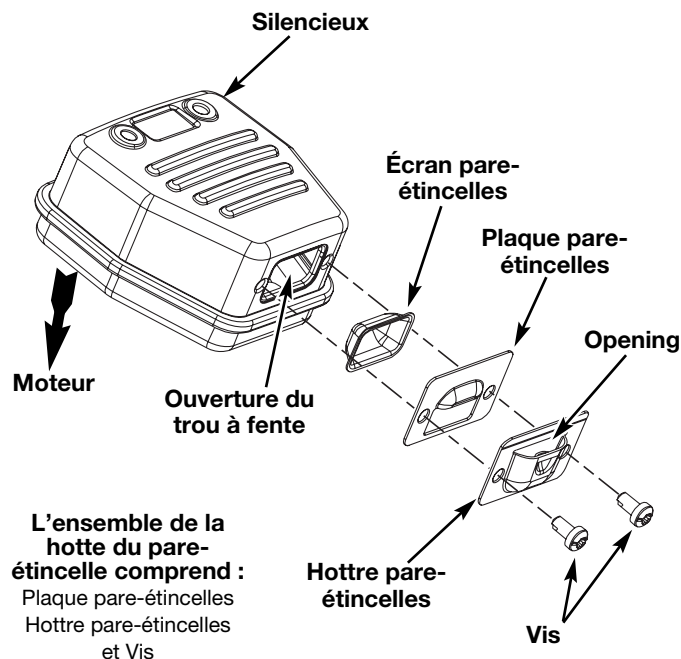

Fig. 31
2. Situez le pot d'échappement sans le retirer. Trouvez les deux (2) vis sur la partie inférieure du pot d'échappement (Fig. 31) Ces deux vis tiennent l'ensemble du déflecteur d'échappement et l'écran pare-étincelles à la partie inférieure du pot d'échappement. Retirez les deux (2) vis en vous servant soit d'un tournevis torx #20 ou d'un tournevis plat.
6. Placez la plaque du pare-étincelle au dessus du pare-étincelles avec le côté « élevé » vers le haut et l'ouverture vers le moteur (Fig. 31).
7. Placez la hotte du pare-étincelle sur la plaque du pare-étincelle avec le côté « élevé » vers le haut et l'ouverture tournée DU CÔTÉ OPPOSE au moteur (Fig. 31). Assurez-vous que l'échappement soit bien tourné DU CÔTÉ OPPOSE au moteur.